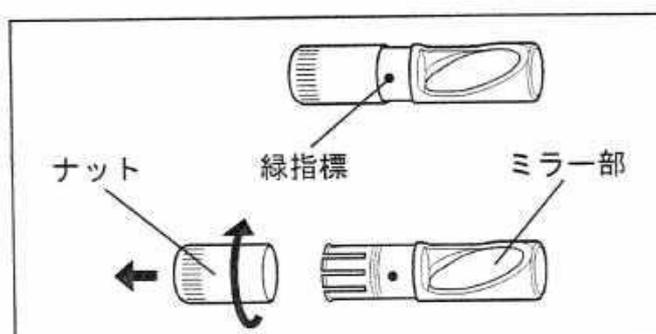

図 3.12
2. スコープ先端部側面及び側視ミラーアダプター固定みぞおよび側視ミラーアダプターの接続内径及びねじ部（図 3.12 参照）に異常な変形や異物がないかどうかを点検します。
1. 側視ミラーアダプターをスコープ先端部に差し込む際は、ナットの位置を緑指標が完全に見える状態にします（図 3.12 参照）。
- 緑指標が完全に見える状態から、さらにナットを緩めるとナットがミラー部から外れます。ナットを取り外すと、ナットを紛失したり、ツメの部分が変形するおそれがあります。側視ミラーアダプター内部をクリーニングする時以外は、ナットを取り外さないでください（図 3.12 参照）。